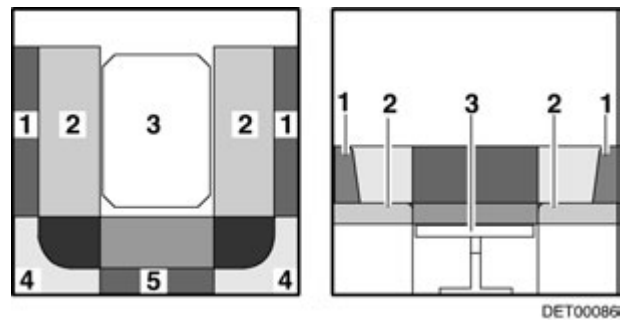

Fig. 91 Durante la transformación
- Tirar de los cojines del asiento (Fig. 91,2) hacia el centro.
- Colocar los cojines del respaldo (Fig. 91,1) entre los cojines del asiento y la pared exterior.
- Quitar los cojines del respaldo (Fig. 91,4 y 5) y ponerlos a un lado.